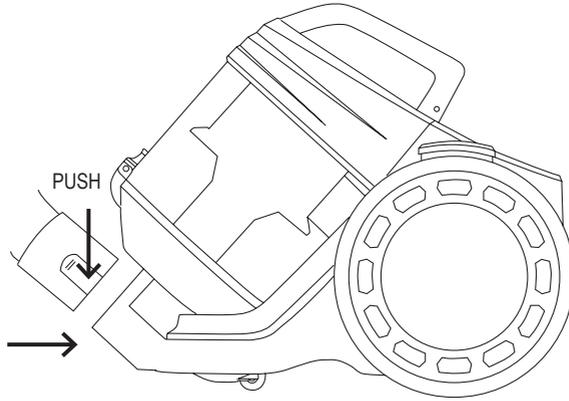

Fig. 2
- Pour retirer le tuyau de l'aspirateur, presser à la fois les deux touches qui se trouvent à la jonction du tuyau et tirer vers l'extérieur. (Fig. 2).
- Retirez le tuyau flexible de l'entrée d'air de l'aspirateur. (Fig. 2).